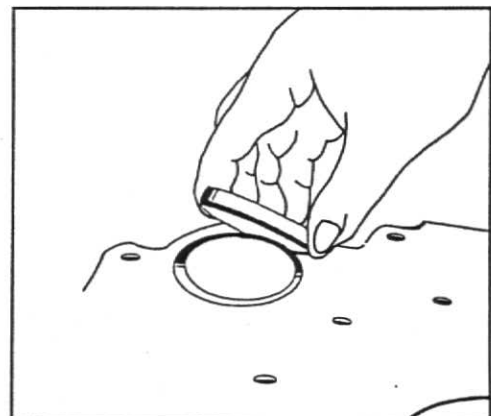

Fig. 4
2. Remova o lacre traseiro da árvore de comando das válvulas e a bucha dos mancais, fig.4.